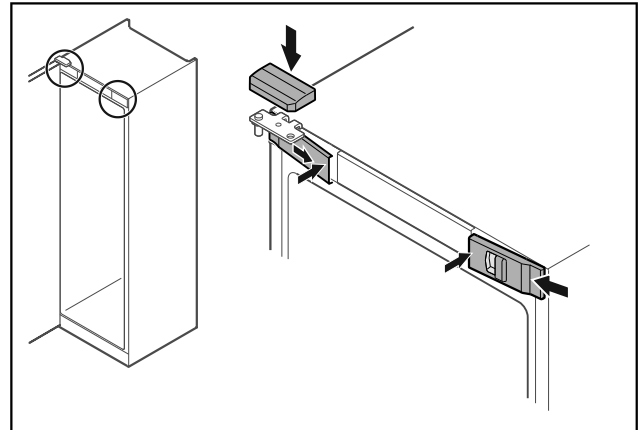

Fig. 35
- ▶ Voorste afdekking Fig. 35 (1) zijdelings aanbrengen en van binnen vastklikken.
- ▶ Bovenste afdekking Fig. 35 (2) van boven vastklikken.